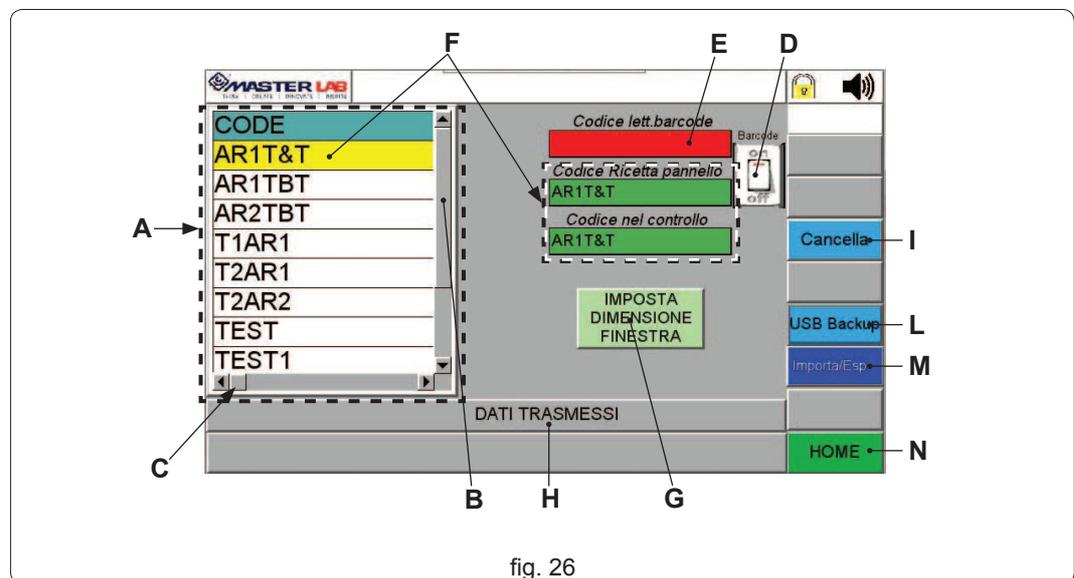
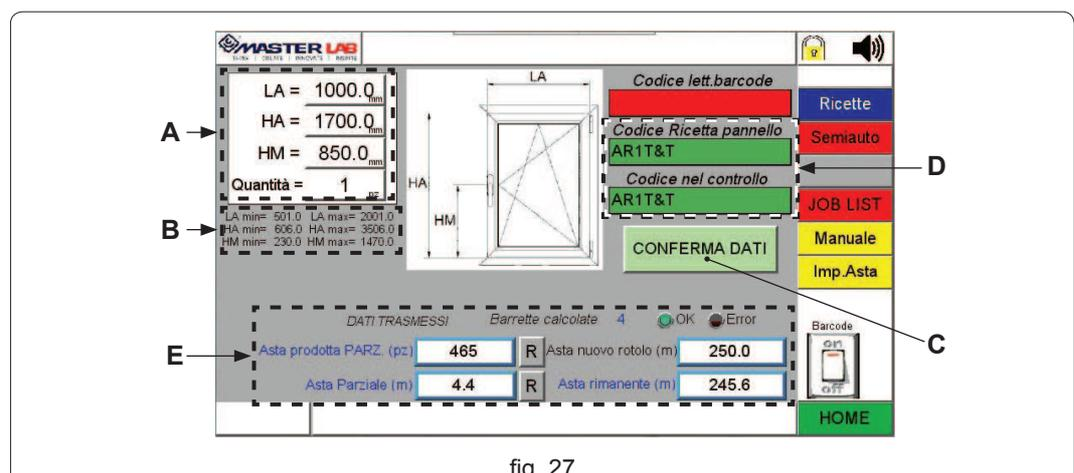
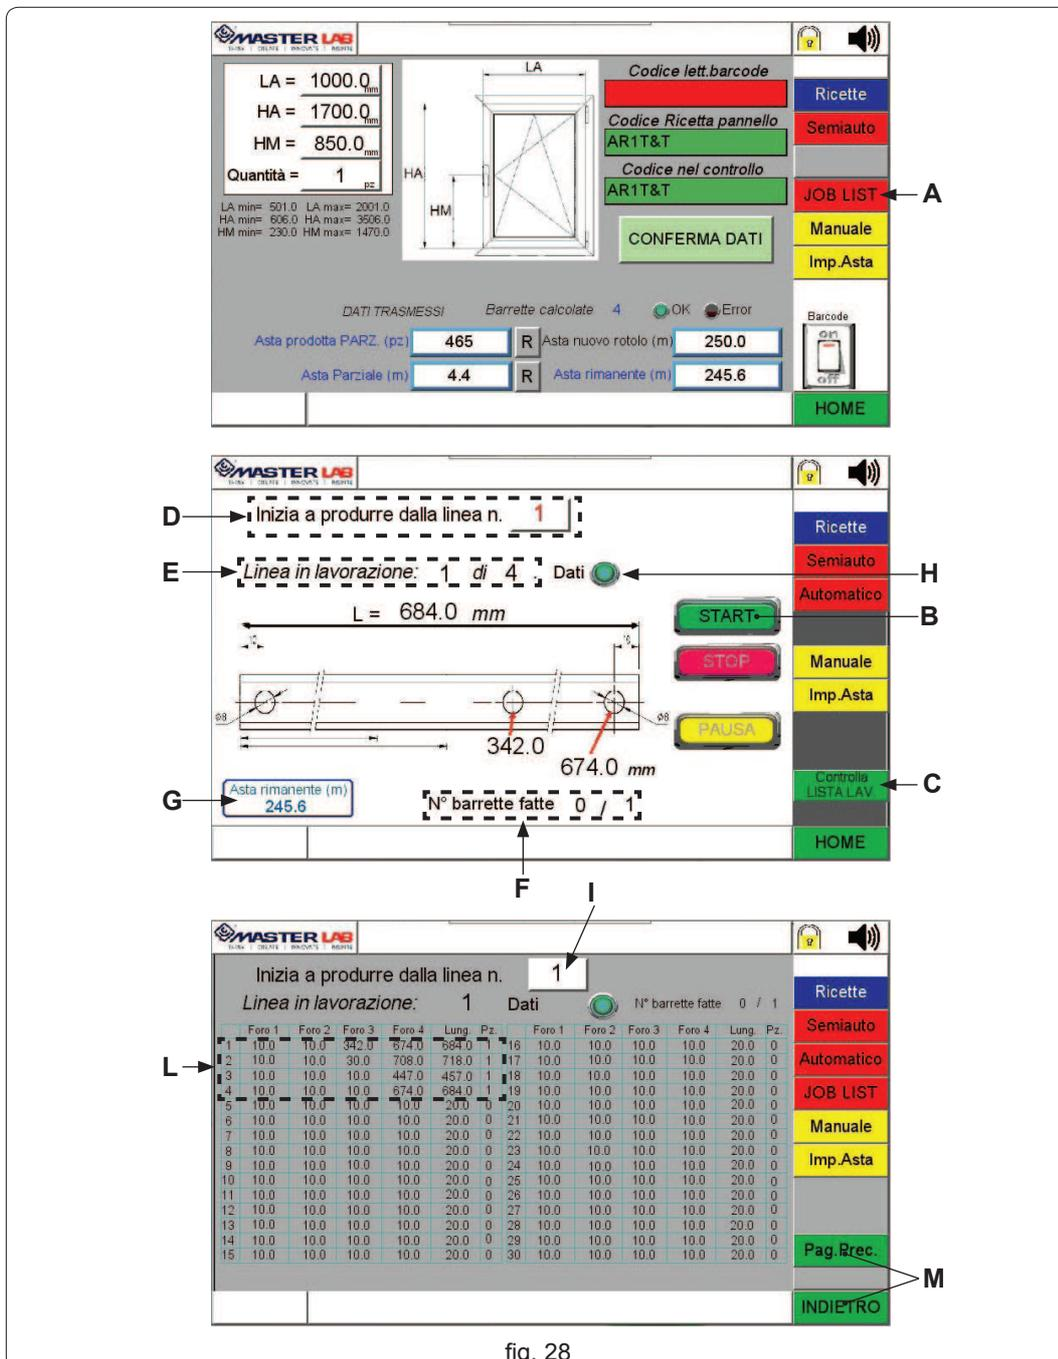

fig. 26
fig. 27
fig. 28
Nella schermata “Ricette” sono elencate, con un massimo di 16 caratteri, tutte le ricette preinstallate come nell’esempio riportato (fig. 26 rif. A). Scorrendo i cursori (fig. 26 rif. B e C) si possono visualizzare rispettivamente la quantità di tipologie/ricette e i parametri di inserimento, ENTRAMBI NON MODIFICABILI in questa schermata.
- l’attivatore del lettore bar-code (fig. 26 rif. D) e la casella di visualizzazione (fig. 26 rif. E);
- caselle (fig. 26 rif. F) di visualizzazione dell’allineamento tra codice tipologia prescelta e tipologia in lavorazione: devono sempre coincidere prima di toccare “IMPOSTA DIMENSIONE FINESTRA”;
- tasto di impostazione della dimensione della finestra (fig. 26 rif. G) dopo aver selezionato la tipologia che l’utente desidera produrre;
- barra di avviso dati trasmessi (fig. 26 rif. H);
- tasto cancella tipologia selezionata (fig. 26 rif. I);
- tasto di back-up tramite memoria USB (fig. 26 rif. L) con accesso tramite password;
- tasto di importa/esporta tramite memoria USB (fig. 26 rif. M) con accesso tramite password;
- tasto per tornare alla homepage (fig. 26 rif. N).
A questa schermata (fig. 27) vi si accede sia dopo aver toccato il tasto “IMPOSTA DIMENSIONE FINESTRA” (fig. 26 rif. G) che toccando il tasto “Automatico” (fig. 13 rif. F).
Inserire i 4 parametri richiesti (fig. 27 rif. A): toccando ognuno compare il tastierino. La quantità si intende come numero di infissi.
Sotto al riquadro vi sono indicati i parametri minimi e massimi editabili (fig. 27 rif. B).
Toccare il tasto “CONFERMA DATI” (fig. 27 rif. C) per la compilazione della lista di lavoro.
Come per la lavorazione semiautomatica, nella parte inferiore della schermata (fig. 27 rif. E) vi sono riportati i contatori del consumo barretta ed in aggiunta anche il calcolo della quantità di barrette per singolo infisso.
- Per iniziare la produzione della tipologia prescelta toccare il tasto "JOB LIST" (fig. 28 rif. A).
- il tasto start (fig. 28 rif. B) di inizio lavorazione;
- la selezione della linea di inizio produzione (fig. 28 rif. D): toccando il numero rosso compare il tastierino che permette di iniziare la lavorazione da una linea diversa delle 4 evidenziata nell'esempio;
- l'informazione della linea correntemente in lavorazione (fig. 28 rif. E);
- il contatore del numero di barrette eseguite (fig. 28 rif. F);
- il contatore dei metri di barretta rimanenti della bobina (fig. 28 rif. G);
- led di verifica dati: verde -> ok / rosso-> anomalia (fig. 28 rif. H);
Per visualizzare la lista di lavorazione con la totalità delle barrette previste per la tipologia prescelta (fig. 26 rif. F) toccare il tasto "Controlla LISTA LAV." (fig. 28 rif. C).
Il sistema operativo può memorizzare un massimo di 30 barrette diverse per singola tipologia (infisso): in questo esempio si hanno 4 barrette (fig. 28 rif. L) ognuna con lunghezza e/o quota di foratura diversa. Anche in questa schermata si può impostare la preferenza della linea (fig. 28 rif. I) di produzione di inizio delle 4 previste.
Toccare i tasti "Pag. Prec" o "INDIETRO" (fig. 28 rif. M) per tornare alla schermata precedente.
L'operatore deciderà lui stesso uno dei due modi di erogazione delle barrette: “per barretta o per infisso”. Per barretta s'intende immettere la quantità “3” (fig. 29 rif. D) di ogni barretta prevista dalla tipologia. Dando il comando start (fig. 28 rif. B), la macchina in un'unica produzione erogherà 3 barrette uguali ad ogni fuoriuscita fino alla cessazione del ciclo. Poi provvederà l'operatore a suddividerle per i 3 infissi. Al contrario, per infisso, inserirà la quantità “1” (fig. 29 rif. D) di ogni barretta ed eseguirà 3 produzioni (3 cicli di start) della stessa tipologia prescelta; in definitiva, ognuna delle 3 produzioni eroga le barrette idonee per un singolo infisso.